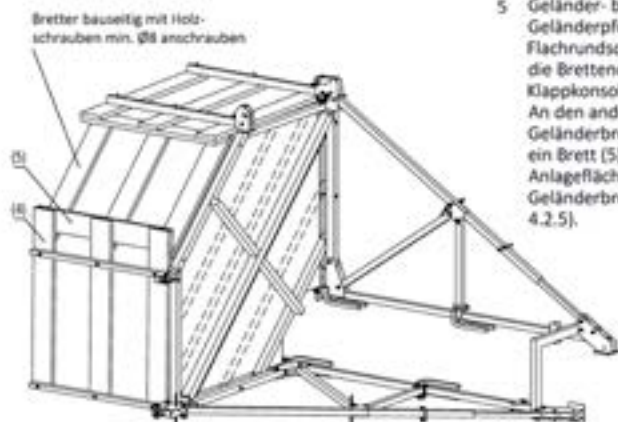

Bild 4.2.5
- 5 Geländer- bzw. Bordbretter (4) an den Geländerpfosten so mittels Flachrundschruben M8x100 befestigen, dass die Brettenden mit der Außenkante der Klappkonsole, bzw. Eckrost, abschließen. An den anderen, überstehenden Seite der Geländerbretter, an diese senkrecht pro Seite ein Brett (5) so anlagern, dass sie als Anlagefläche für die mittleren 3 Geländerbretter bzw. Bordbrett dienen (Bild 4.2.5).